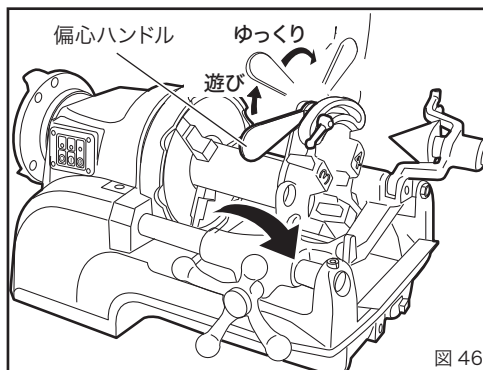

図 46
- ④ ねじが規定の寸法まで切れましたら、偏心ハンドルを徐々に矢印の方向に持ち上げてチェーザを開きねじを切り上げます。(このとき急激にチェーザを開くとねじに段差がつき、ねじの仕上りが悪くなります。)(図 46)
- ⑤ OFF スイッチでモーターを停止し、送りハンドルでダイヘッドをパイプから離せばねじ切りは完了です。ダイヘッドを上位置に起こすと油は止まります。